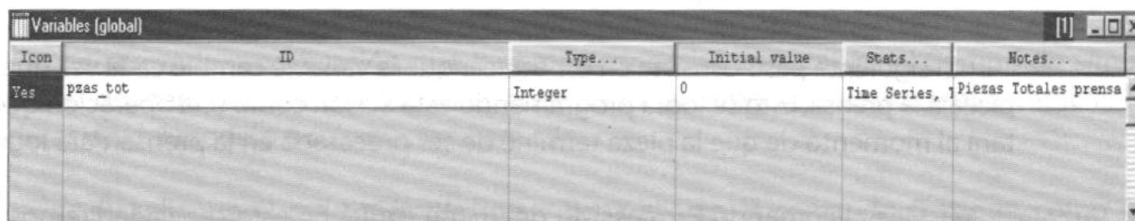

Figura 5.17 La ventana Variables (global) nos servirá para definir las variables del modelo
- Abra el menú **Build**, haga clic en el submenú **More Elements** y elija **Variables (global)**. Enseguida se desplegará en pantalla la ventana de definición de variables, misma que se ilustra en la figura 5.17.